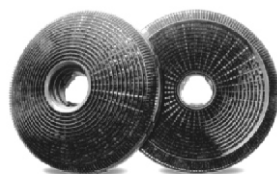

Рис. 5
1. Угольный запахоулавливающий фильтр (в комплект не входит) (см. Рис. 5).